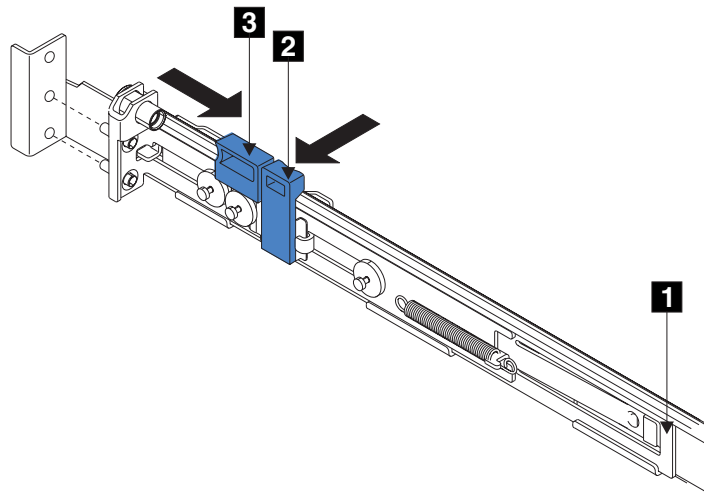

図 24. 後方のラッチ・ロック・キャリア・アセンブリーのオープン
5. 後方のレール・ブラケット **1** (図 24) を、止まるまでレールの前面に向かって押す。これで、レールは、最も短い位置に調整されました。
12. 後方のレール・ブラケット **1** (53 ページの図 24 を参照) を、ラックの背面に向かって押し、位置決めピンをラック・マウント・フランジに合わせる。
13. ラッチ・ロック **2** (53 ページの図 24 を参照) をレールから押し出して、キャリアを解放する。ラッチ・ロック・キャリアは、ラックの背面に向かってスライドし、位置決めピンは、背面フランジおよび背面レール・ブラケットにある穴を突き抜けます。